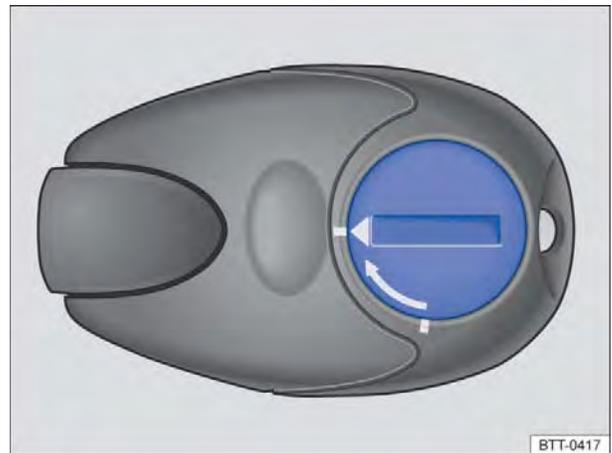

Fig. 190 Aquecimento estacionário: cobertura da bateria do controle remoto.
- Com um objeto plano e sem pontas, por exemplo, uma moeda, gire a ranhura no sentido contrário ao sentido da seta até a marcação para abrir a cobertura ⇒ Fig. 190.
- Colocar a bateria nova. Atentar para a polaridade correta e utilizar baterias do mesmo modelo ⇒ ①.